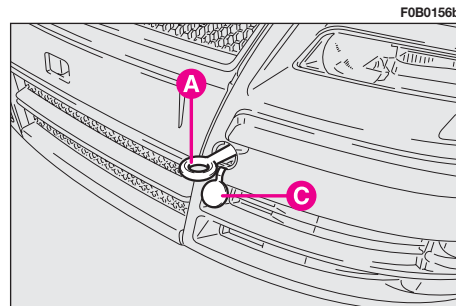
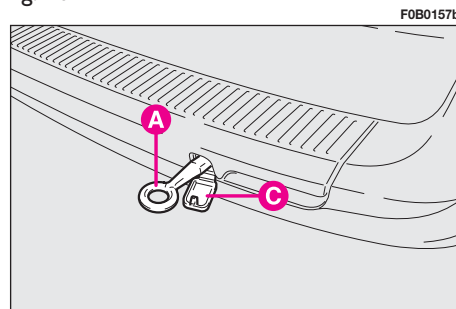

fig. 43
fig. 44
- enlever le couvercle **C** monté à pression sur le pare-chocs avant **fig. 43** ou arrière **fig. 44**;